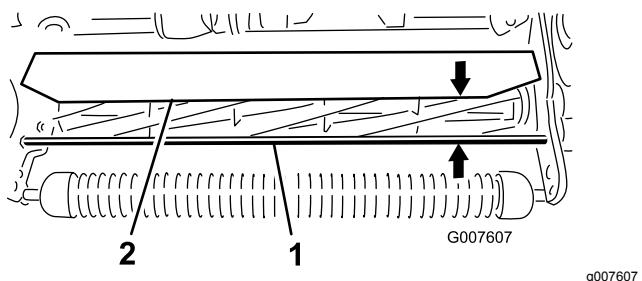

図 53
- 前サポートロッドの上面からシールドの前リップまでの距離をカッティングユニットの両端で測定する図 53。